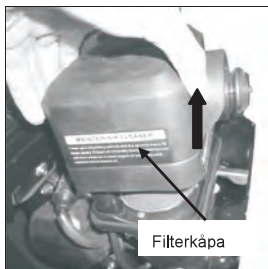

Fig. 20B
2. Ta bort filterkåpan. (Fig. 20B)